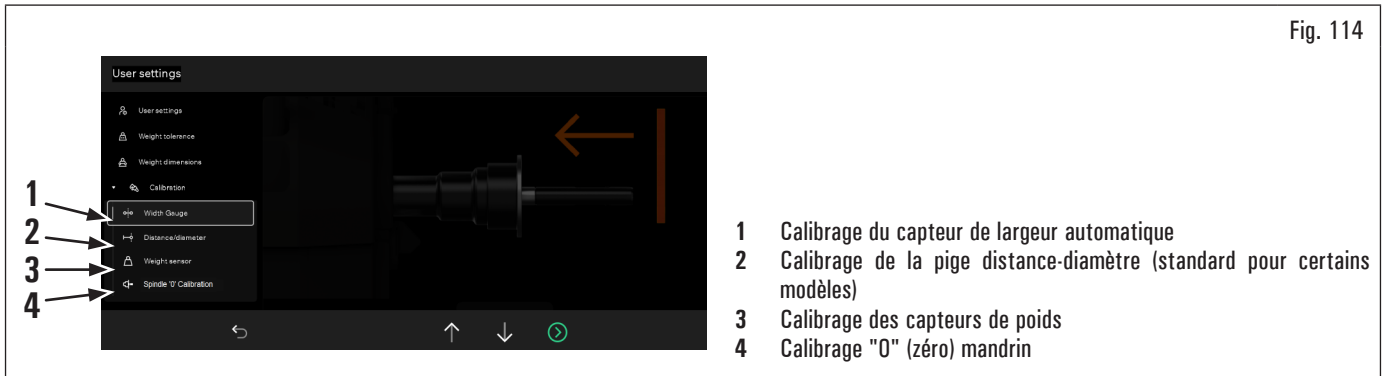

Fig. 114
En appuyant sur l'icône (Fig. 114 réf. 1) l'écran suivant apparaîtra sur le moniteur :
En appuyant sur l'icône (Fig. 114 réf. 2) l'écran suivant apparaîtra sur le moniteur :
1. en appuyant sur l'icône (Fig. 114 réf. 4) l'écran suivant apparaîtra sur le moniteur :
1. En appuyant sur l'icône (Fig. 114 réf. 3) l'écran suivant apparaîtra sur le moniteur :
En appuyant sur l'icône (Fig. 114 réf. 4) l'écran suivant apparaîtra sur le moniteur :